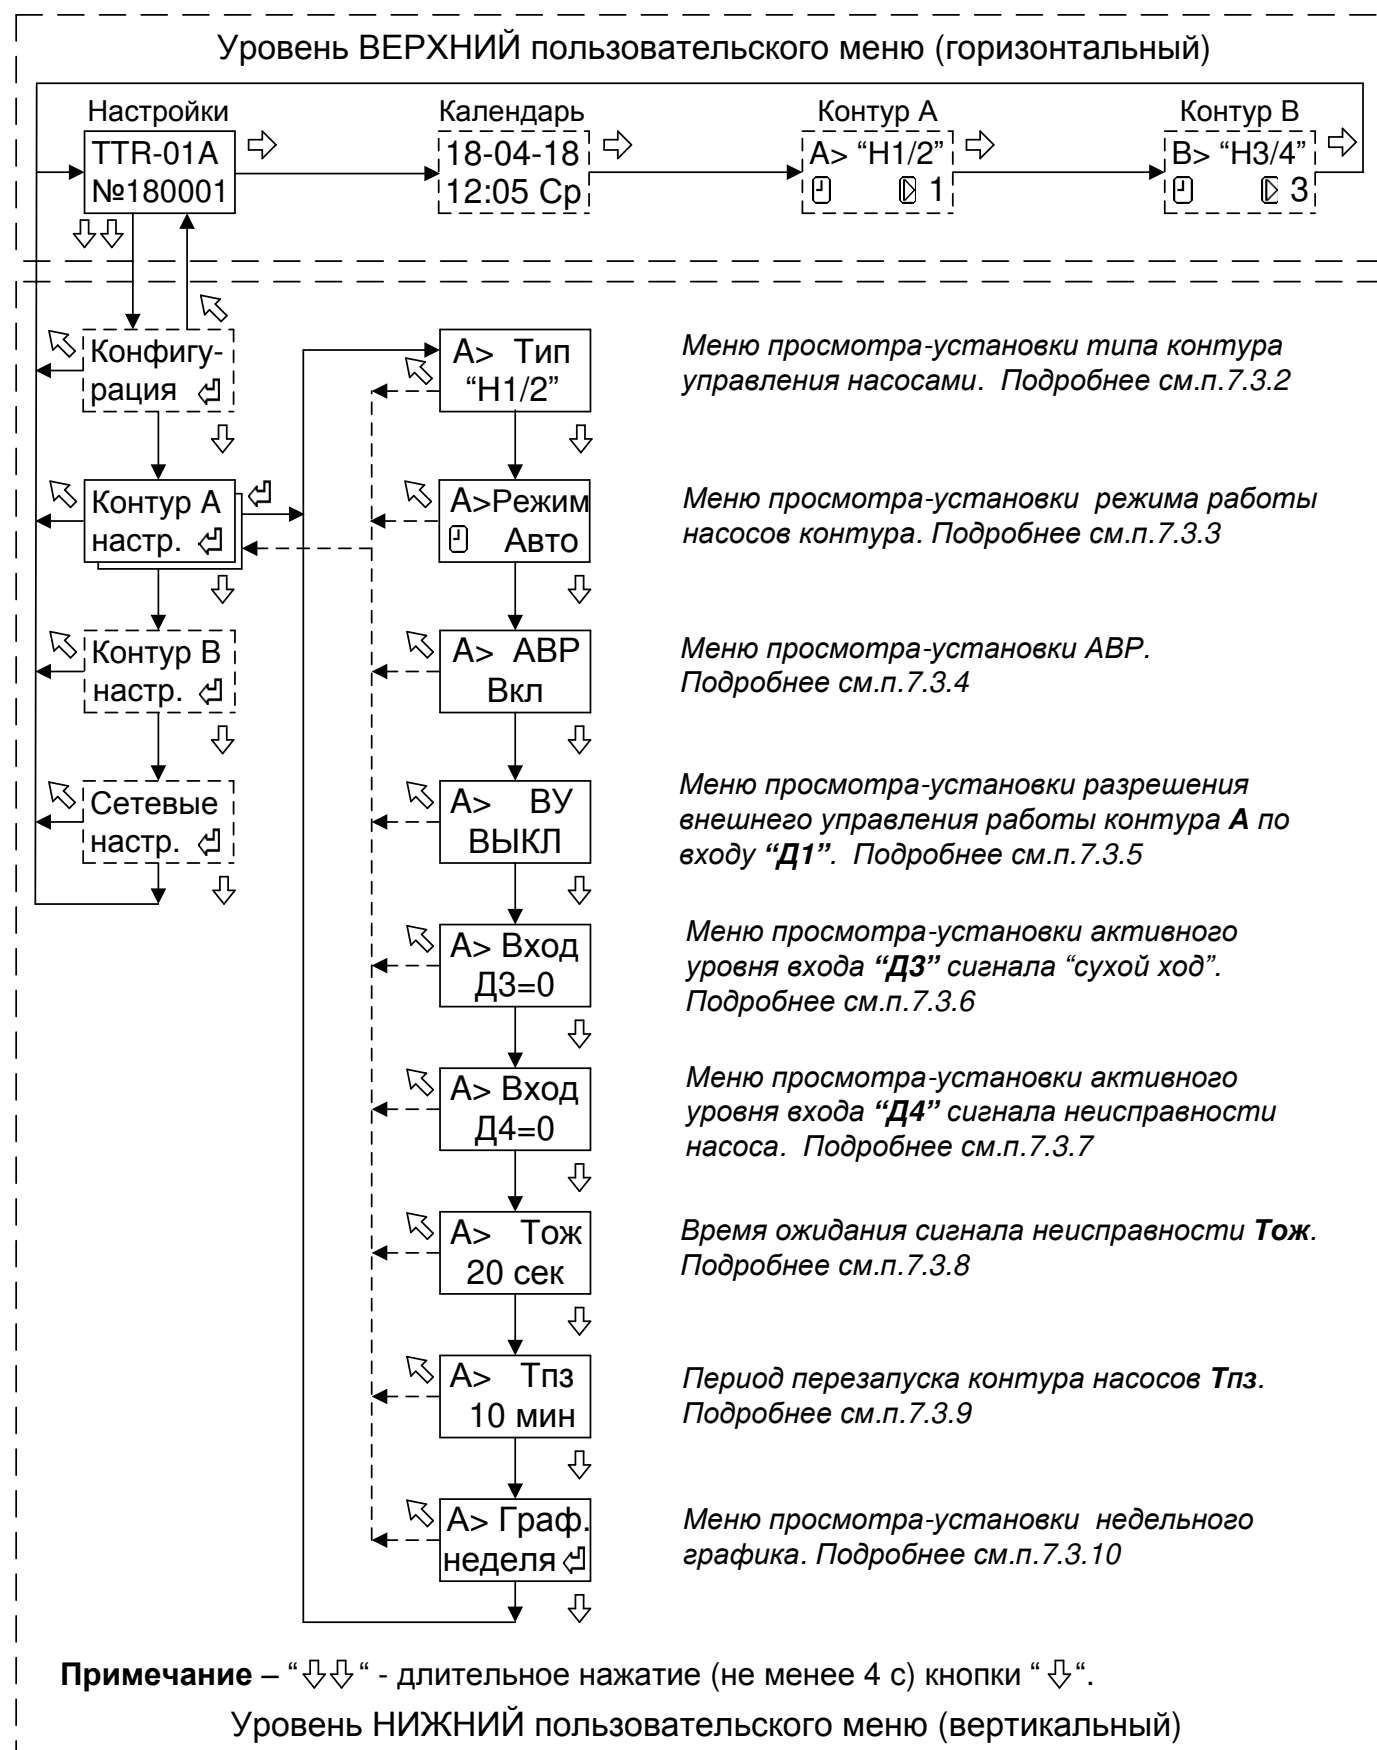

Рисунок 5 - Структура меню настройки параметров управления насосами контура А.
7.3.5 Вход в меню просмотра-установки параметра **ВУ** разрешения внешнего управления работы контура насосов производится при нажатии кнопки “↵” (см. рисунок 5 и 6). Внешний вид окна меню приведён ниже.
7.3.6 Вход в меню просмотра-установки параметра активного уровня сигнала от датчиков по входу “Д3”...“Д6” производится при нажатии кнопки “↵” (см. рисунок 5 и 6). Внешний вид окна меню приведён ниже.
7.3.7 Вход в меню просмотра-установки параметра времени ожидания сигнала неисправности **Тож** производится при нажатии кнопки «» (см. рисунок.5 и 6).
7.3.8 Вход в меню просмотра-установки параметра периода перезапуска **Тпз** контура насосов производится при нажатии кнопки «» (см. рисунок 5 и 6).
7.4.1 Вход в меню просмотра-установки временного графика работы насосов контура производится при нажатии кнопки “↵” (см. рисунок 5 и 6).